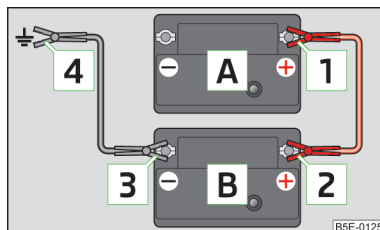

Fig. 187
- Fixez la borne **1** sur le pôle positif de la batterie déchargée **A** » fig. 187.